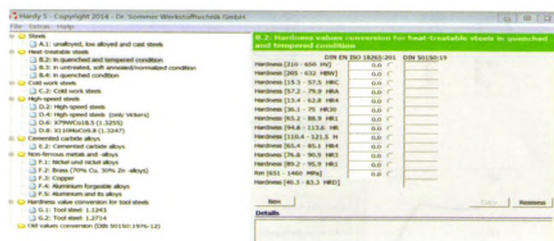
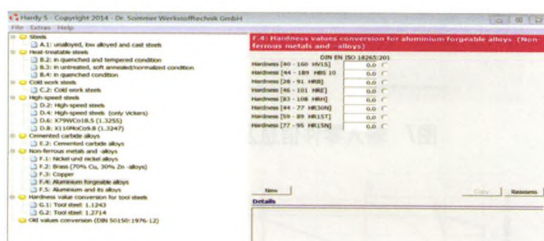

图13 黑色金属硬度转换
图14 有色金属硬度转换
(1) 输入已知的硬度值，可自动换算成各种其他单位的硬度值，包括HBW、HV、HRC、HRA、HR30、HR1、HR3、HR4等，随手换算快捷、方便，如图13、图14所示
(2) 不同钢种和不同状态的钢的硬度换算。
(3) 各种材料的硬度换算，如铜、铝、镍等。